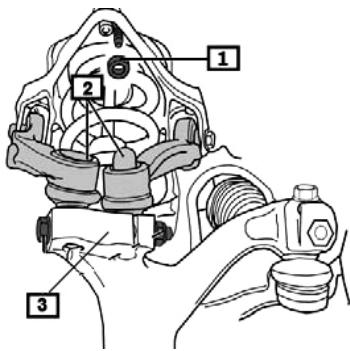
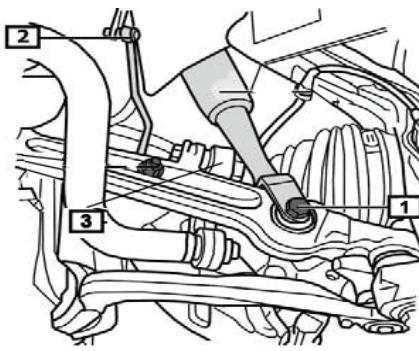

Fig. 1:
Fig. 2:
- **Fig. 1** Montage-Clip (1) entfernen, wird nicht wiederverwendet.
- Die beiden oberen Lenker (2) vom Achsschenkel (3) trennen.
- **Fig. 2** Falls vorhanden, Gestänge für Leuchtweitenregulierung (2) aushängen.
- Untere Federbeinbefestigung (1) vom Querlenker und obere Kopelstangenverbindung (3) abschrauben.
- **Fig. 1** Remove installation clip (1); it will not be re-used.
- Detach the two upper links (2) from the steering knuckle (3).
- **Fig. 2** Remove linkage for headlight leveling control (2), if present.
- Unscrew lower suspension strut attachment (1) from track control arm, as well as upper coupling rod connection (3).
- **Fig. 1** Enlever le clip de montage (1), ne pas le réutiliser.
- Séparer les deux bras supérieurs (2) de la fusée d'essieu (3).
- **Fig. 2** Si existante, décrocher la tige de réglage de la portée des phares (2).
- Dévisser la fixation inférieure de la jambe de force (1) du bras transversal puis la liaison de la bielle de connexion (3).
- **Fig. 1** Retirar el clip de montaje (1), no se vuelve a utilizar.
- Separar las dos barras de dirección superiores (2) del cuello del eje (3).
- **Fig. 2** Desenganchar el varillaje de la regulación de los faros si lo hubiese.
- Desatornillar la sujeción inferior del amortiguador (1) de la barra de dirección transversal y la unión superior de las barras de acoplamiento (2).
- Retirar los tornillos de sujeción superiores del amortiguador (7).